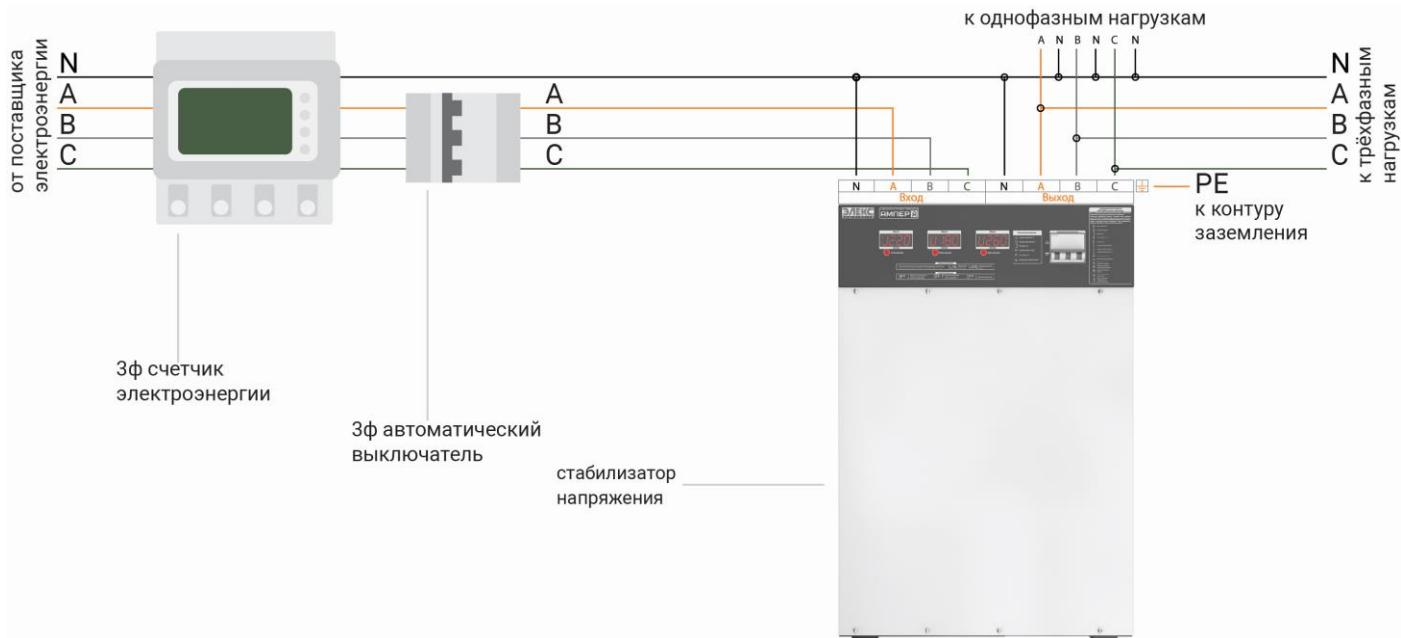

Рисунок 6. Схема подключения стабилизатора к трёхфазной сети
- При помощи отвертки открутить 4 винта защитной крышки с верхней части стабилизатора для доступа к клеммной колодке (см. рисунок 6).